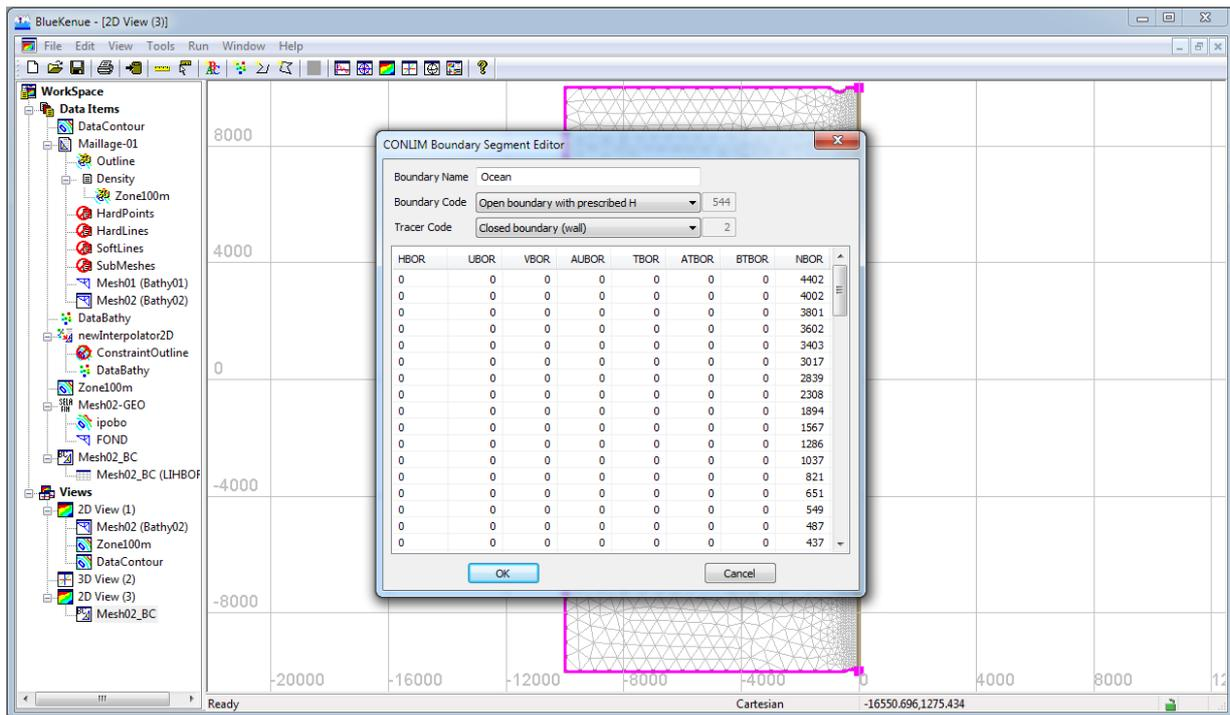

FIGURE 1.14 – Fenêtre des conditions limites en Amont
- Dans la fenêtre (Fig.1.14) qui apparaît, modifiez *Boundary Name* et mettre *Ocean*, puis sélectionnez **OPEN BOUNDARY WITH PRESCRIBED H** dans la zone **BOUNDARY CODE**.